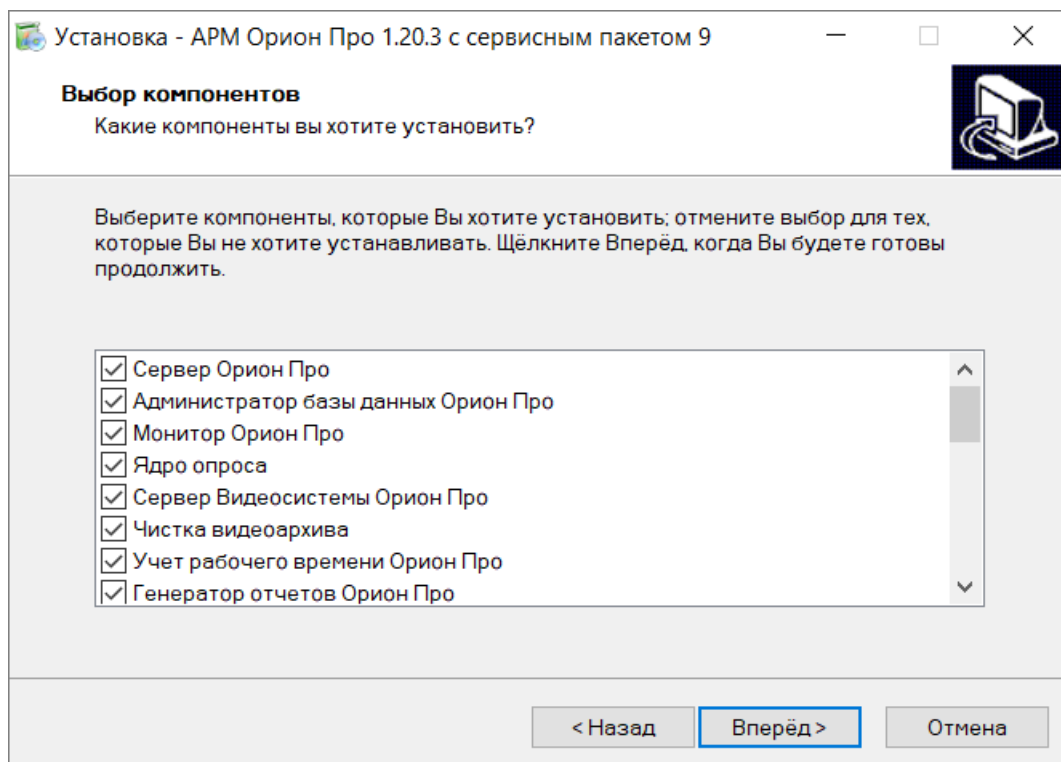

Рисунок 2-10 Выбор компонентов для установки
- 8) Если в шаге выбора типа установки (шаг 6) был выбран тип установки «По умолчанию», сразу переходите к шагу отображения сводной информации (шаг 10). Если в шаге выбора типа установки (шаг 6) был выбран тип установки «Ручная установка», то на новой странице Мастера установки ПО появится выбор компонентов для установки (см. Рисунок 2-10) на ПК. Доступные для выбора компоненты приведены в таблице ниже (Таблица 2-4). Выбор компонентов, которые будут установлены, осуществляется установкой или снятием флагов